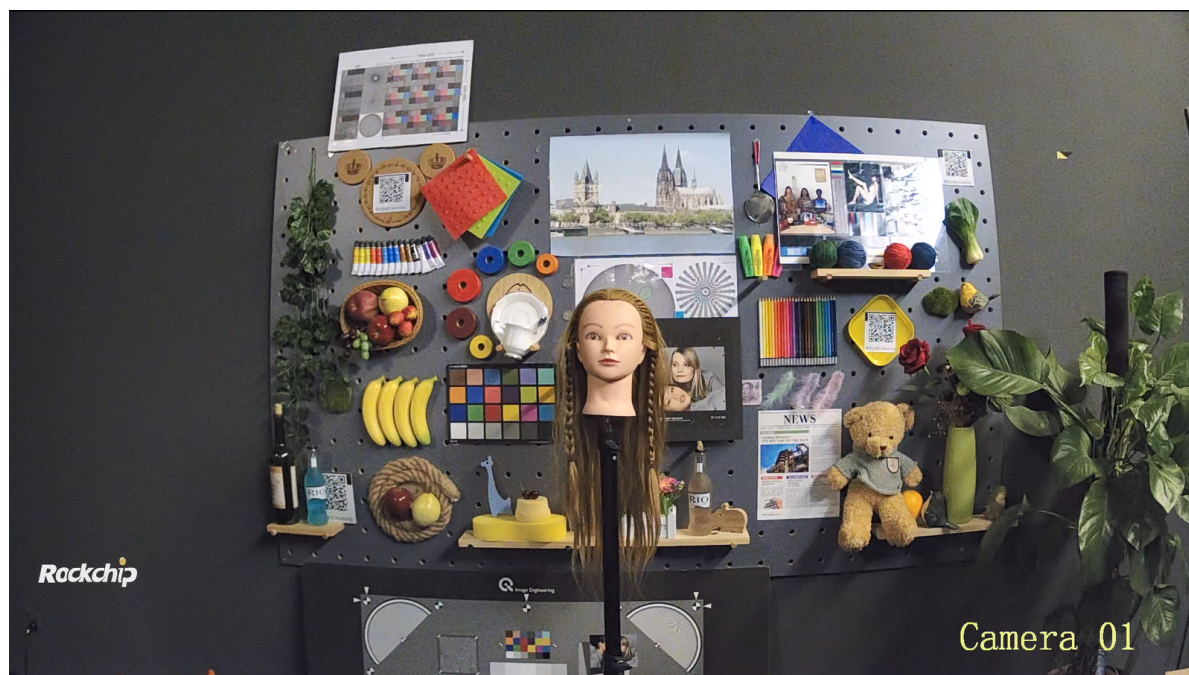

图3-6 静态场景示意图
**步骤3:** 在确定AE权重和AE Route基础上，接下来就是根据不同的曝光量下调节AE的目标值，针对实验室静态场景，AE目标值的调试标准是画面中心最高量区域无明显过曝，如图3-6 静态场景示意图，中间的纹理卡，陶瓷咖啡杯不能过曝，边角枯叶图和玫瑰花亮度合理。AE目标值主要涉及到SetPoint, DynamicSetpoint调节以及AE背光模式的选择。